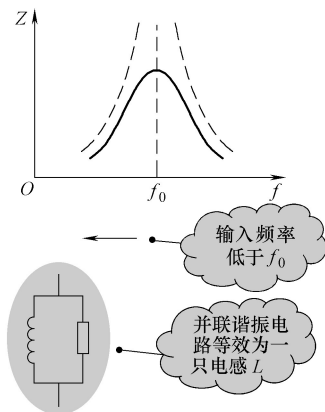

图 9-85 输入信号频率低于谐振频率时阻抗特性曲线
3) 输入信号频率低于谐振频率  $f_0$  情况分析。当输入信号频率低于谐振频率  $f_0$  后,  $LC$  并联谐振电路也处于失谐状态, 谐振电路的阻抗也要减小 (比谐振时小), 如图 9-85 所示, 而且是信号频率越低于谐振频率, 电路的阻抗越小, 这一点从曲线中可以看出。